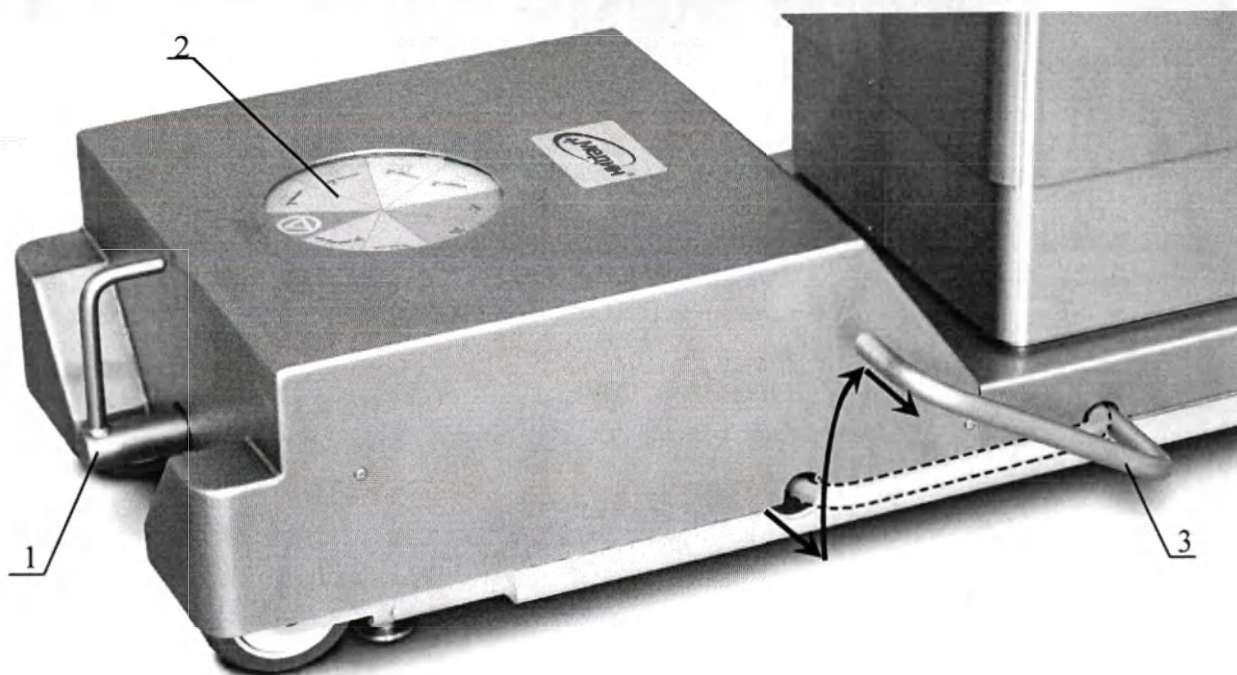

Рисунок 4. Положение указателя выбора движений при работе с пульта управления.
10.1.2 Для стола ОУК-02-2-02 – если на экране появилось сообщение «Переведите механизм», необходимо нажать на педаль 1 (Рисунок 4) в любую сторону и переключить указатель 2 дублирующего механогидравлического привода в положение блокировки «⊙» (красный сектор). При этом сообщение пропадет. Пульт готов к работе. Нажмите и удерживайте необходимую кнопку пульта управления для приведения в движение панель стола.
Изменение высоты поверхности стола в диапазоне, указанном в технических данных, осуществляется посредством нажатия педали 1 и переключения указателя 2 (Рисунок 4) в положения, соответствующие требуемому направлению подъема (опускания) и последующего многократного нажатия на педаль 3. Предварительно педаль надо перевести в рабочее положение, как показано стрелками на рисунке.
Изменение продольного наклона стола (по Тренделенбургу и анти-Тренделенбургу) в диапазоне, указанном в технических данных, осуществляется посредством нажатия педали 1 и переключения указателя 2 (Рисунок 4) в положения, соответствующие требуемому направлению продольного наклона. Многократным нажатием на педаль 3 установите необходимый наклон панели по Тренделенбургу или анти-Тренделенбургу.